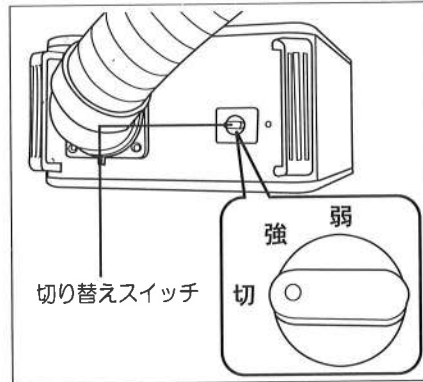

図8
- 本体上面にある切り替えスイッチを操作します。左「切る」から右に「強」・「弱」で切り替えます。(図8参照)